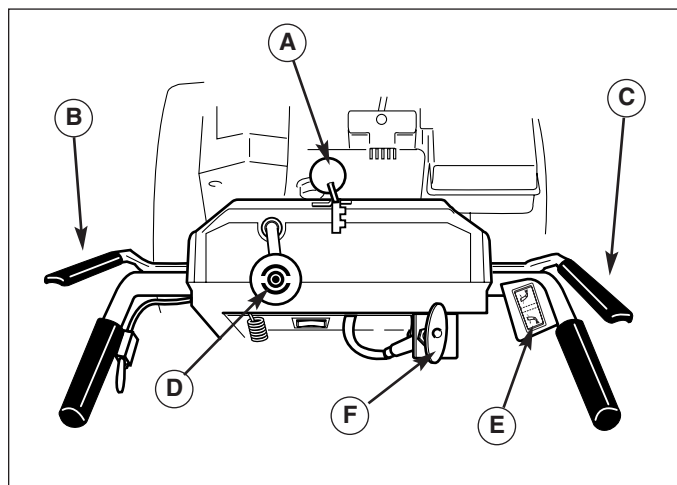

Figure 2. Commandes (depuis la position de l'utilisateur)
7. Contrôler le bon fonctionnement de la commande d'avance (B, Figure 2) et de la commande de fraise (C). Si des réglages s'avèrent nécessaires, se reporter aux instructions de la section Entretien et réparation.
8. Contrôler le bon fonctionnement de la commande de direction d'éjection (D / E, Figure 2). La manche d'éjection doit tourner librement dans les deux sens. Se reporter aux instructions de réglage et de dépannage dans la section Entretien et réparation du manuel.
9. Contrôler le bon fonctionnement du déflecteur d'éjection (F, Figure 2). Le déflecteur doit pivoter librement vers le haut et la bas lorsque le bouton de réglage est desserré.
11. Contrôler le fonctionnement du sélecteur de vitesse (A, Figure 2). La manette doit passer librement d'un rapport de vitesse à l'autre et rester en position lorsqu'elle est relâchée. S'il n'est pas possible de placer sans difficulté le sélecteur de vitesse dans toutes les positions avant et arrière, contacter le revendeur local agréé.
3. Serrer à fond le levier d'embrayage de la fraise (C, Figure 2) sur la poignée droite pour commander la rotation de la fraise. La fraise se débraye lorsque la commande d'embrayage de la fraise est relâchée - sauf si la commande Free-Hand(tm) a été actionnée (voir étape 5 ci-dessous).
4. Serrer à fond le levier de commande d'avance/Free-Hand(tm) (B, Figure 2) sur la poignée gauche pour embrayer la traction et faire avancer la déneigeuse. Pour débrayer la traction, relâcher complètement ce levier.
6. Sélectionner les rapports de vitesse avant ou arrière selon les besoins à l'aide du sélecteur de vitesse (A, Figure 2). Relâcher les deux leviers de commande avant de changer de rapport.
Utiliser le sélecteur de vitesse (A, Figure 2) pour choisir la vitesse de déplacement de la déneigeuse. Il y a cinq vitesses avant et deux vitesses arrière.
Pour changer de vitesse, relâcher les deux leviers de commande (B, Figure 2) puis placer le sélecteur de vitesse sur le rapport souhaité. Serrer à fond les leviers de commande pour repartir.